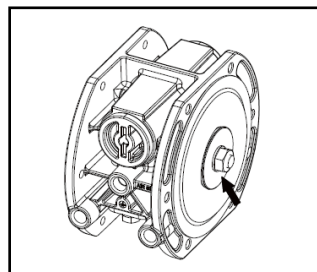

Figure 38
- Retirez les écrous des deux côtés de la tige centrale (voir Figure 38).